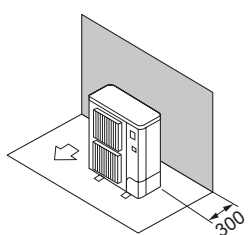

Fig. 2-6
- ① Alleen obstakels aan de achterzijde (Fig. 2-6)